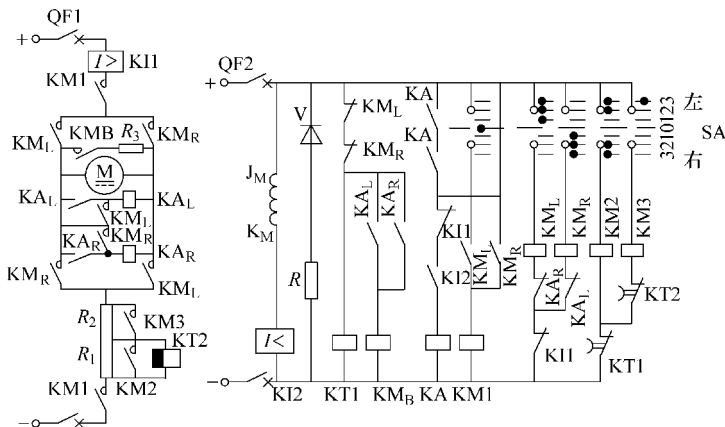

图 2-6 控制电路
24. 图 2-6 所示电路采用的是哪种制动方法? 此电路的特点是什么?